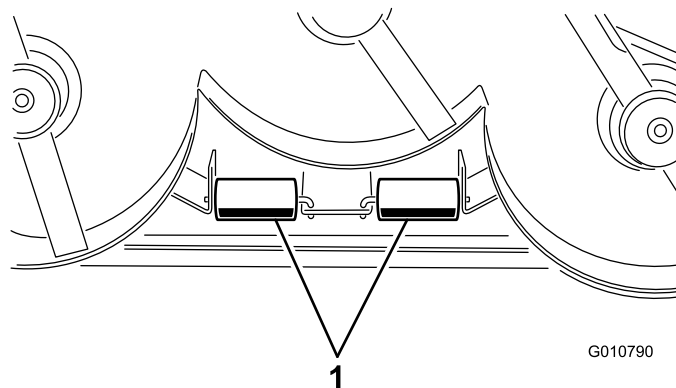

Figura 12
1. Retire las chavetas que sujetan los ejes de los rodillos a los soportes de la parte inferior de la plataforma (Figura 12).